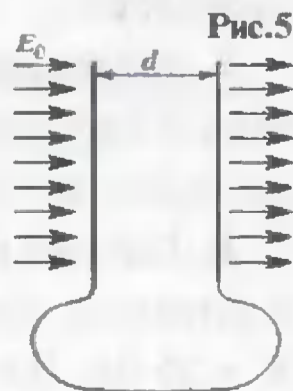

Рис.5
16. Две соединенные проводником пластины конденсатора площадью S каждая (рис. 5) находятся на расстоянии d друг от друга (это расстояние мало по сравнению с размерами пластин) во внешнем однородном электрическом поле, напряженность которого равна E_0 . Какую работу нужно совершить, чтобы медленно сблизить пластины до расстояния $d/2$?